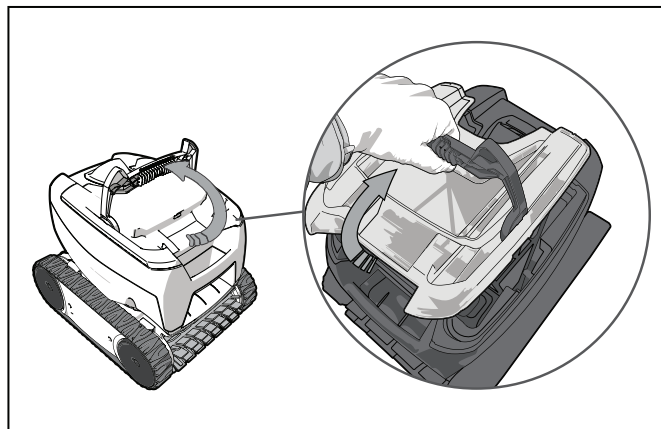

Figure 9. Déploiement de la poignée de cartouche filtrante
2. Tirez vers le haut pour déployer la poignée de la cartouche filtrante (Figure 9).